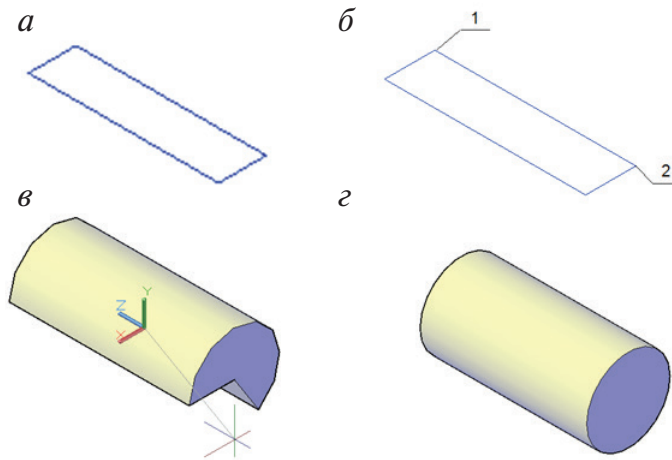

Рис. 165. Формирование 3D-тела командой Вращать:
**Вариант 2.** Команда Вращать (рис. 165).
Результат выполнения команды Прямоугольник на рис. 165, а.
**ВРАЩАТЬ** Начальная точка оси вращения или [оБъект X Y Z] <Объект>: укажем курсором точку 1 на прямоугольнике, определяющую первую точку оси вращения (см. рис. 165, б).
**ВРАЩАТЬ** Конечная точка оси: укажем курсором точку 2 на прямоугольнике, определяющую вторую точку оси вращения (см. рис. 165, б).
двигая курсором, можно выбрать необходимую форму тела. Выбор угла 360° обеспечит создание тела-цилиндра (см. рис. 165, *г*).